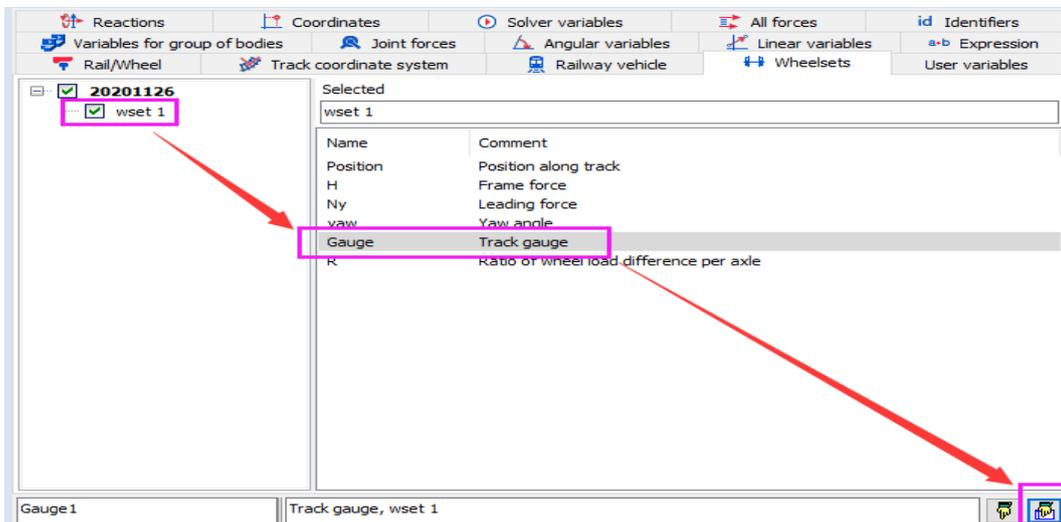
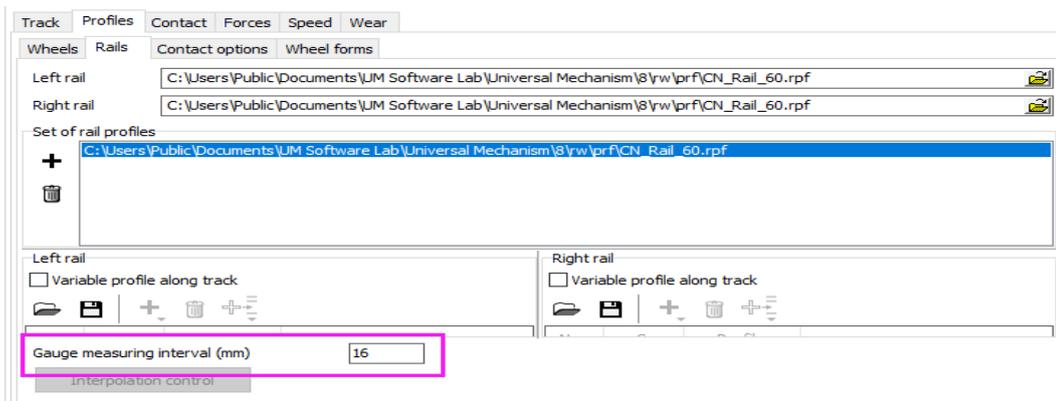

图 037-8
图 037-9
7、此外，UM 软件还提供了专门的轨距变量，可帮助用户验证轨距参数设置的正确性，如图 037-8 所示，并在图 037-9 页面指定轨距测量高度（缺省为 14mm）。